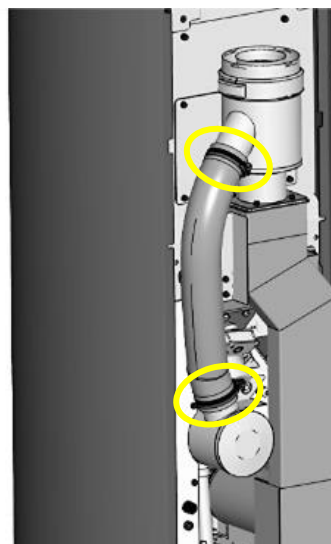

Fig. 8 : monter le manchon d'air de combustion
6. Monter le manchon d'air de combustion et utiliser à cet effet les 2 colliers de serrage (Fig. 8). **Attention** : ne pas trop serrer les colliers car cela pourrait déformer les pièces de raccordement.